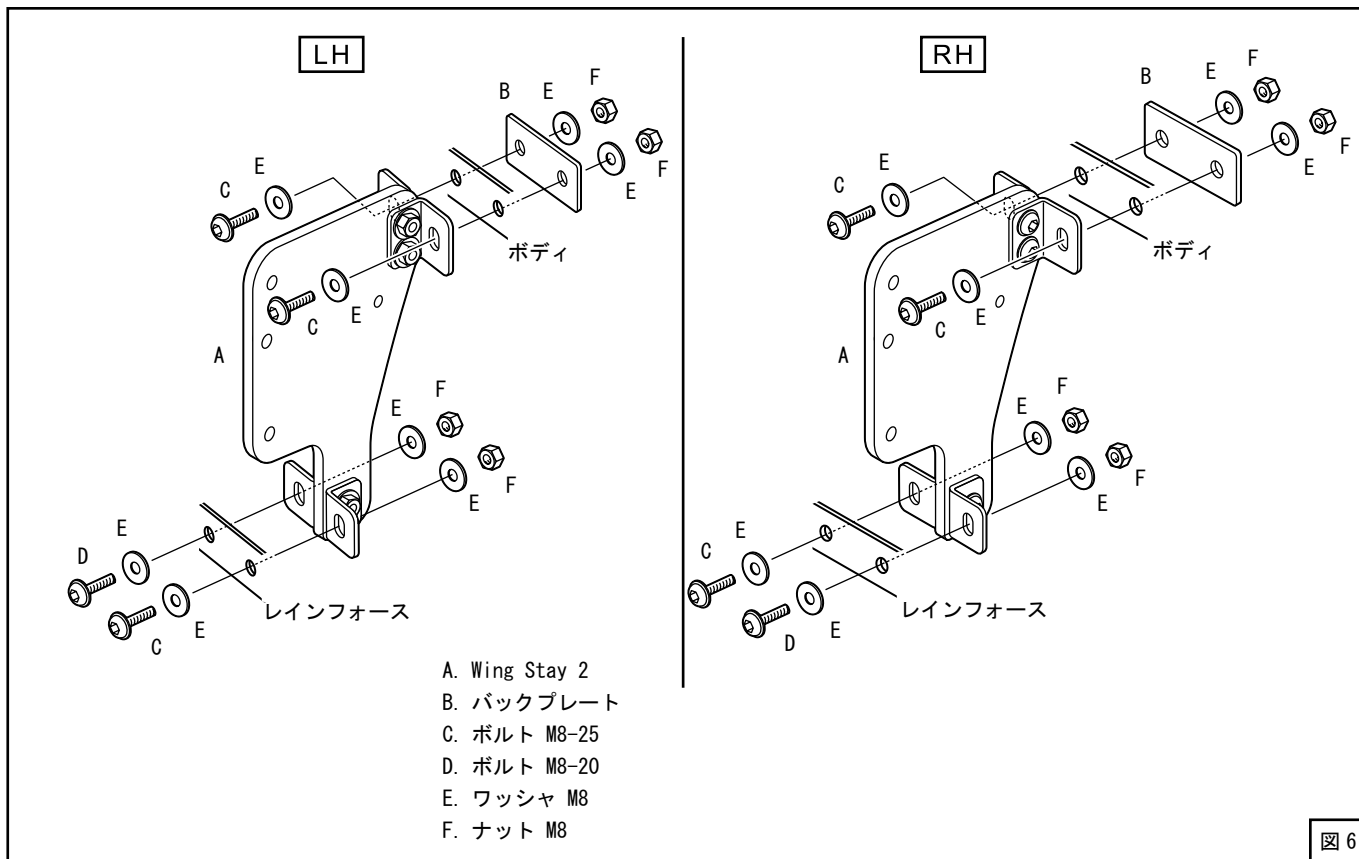
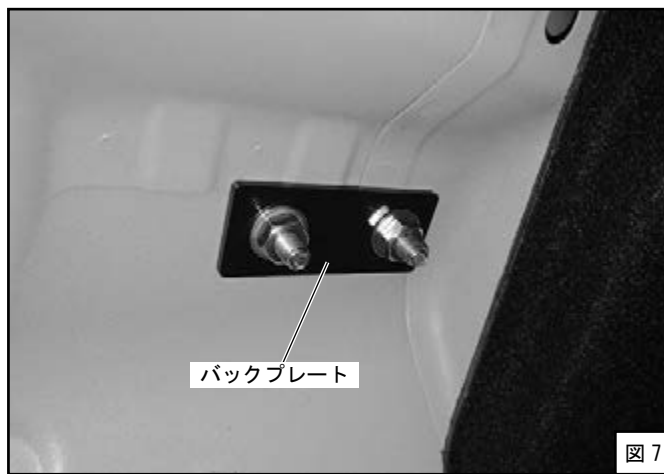
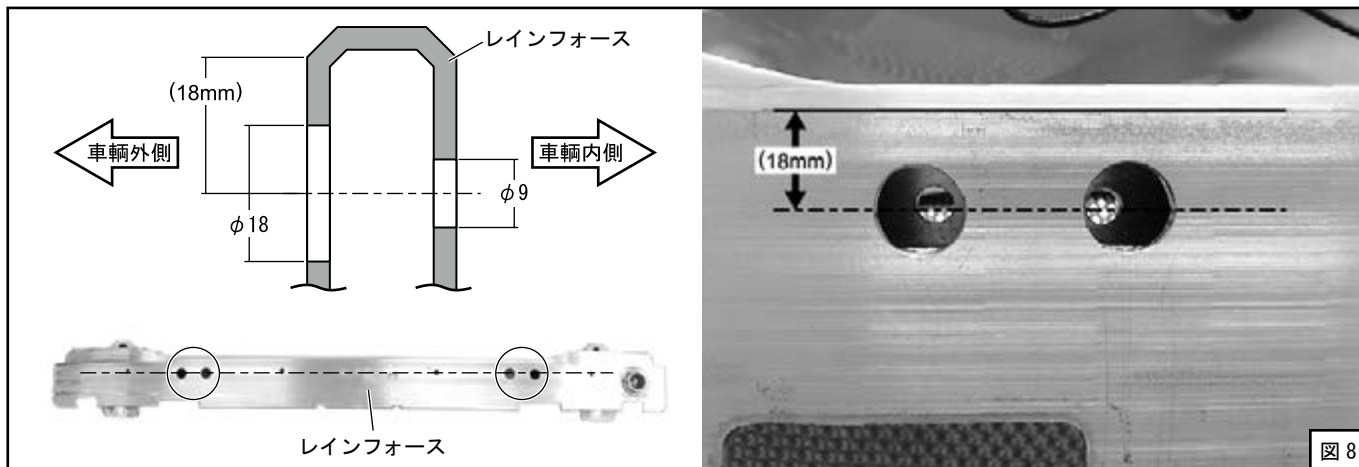

図6
図7
図8
(図6、図7)
(11) レインフォースにL字ステー取付け用ボルト穴位置をマーキングしてください。
(12) レインフォースマーキング部にφ9取付け穴4箇所を開けてください。(図8)
(13) レインフォースの車体外側にφ18サービスホール4箇所を開けてください。(図8)
(図 6、図 8)